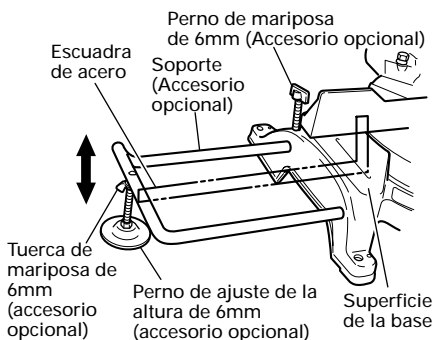

Fig. 9
(1) Como se indica en la Fig. 9, utilice una escuadra de acero para alinear el borde superior de los soportes con la superficie de la base.